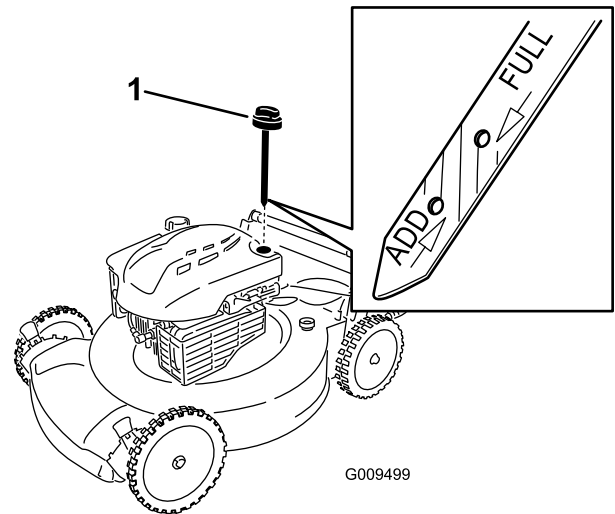

Figura 9
1. Retire la varilla, límpiela, y vuelva a colocarla (Figura 9).
2. Retire la varilla y compruebe el nivel de aceite (Figura 9). Si el nivel de aceite está por debajo de la marca "Add" de la varilla, vierta **lentamente** aceite en el tubo de llenado hasta que el nivel llegue a la marca "Full" de la varilla. **No llene demasiado.** (Capacidad máxima: 0,59 l (20 onzas), tipo: SAE 30,